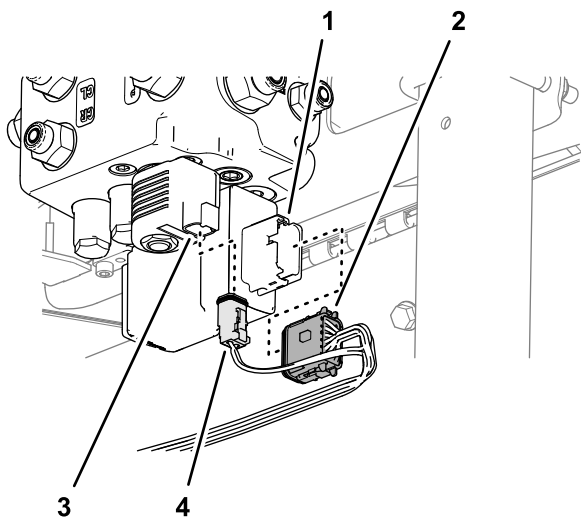

Figure 83
2. Branchez le connecteur à 12 douilles du faisceau étiqueté EHI A KEY (GREY) sur le connecteur à 12 broches du distributeur de direction EHI (Figure 83).
3. Branchez le connecteur à 2 douilles du faisceau étiqueté EHI SOLENOID sur le connecteur à 2 broches du solénoïde EHI (Figure 83).